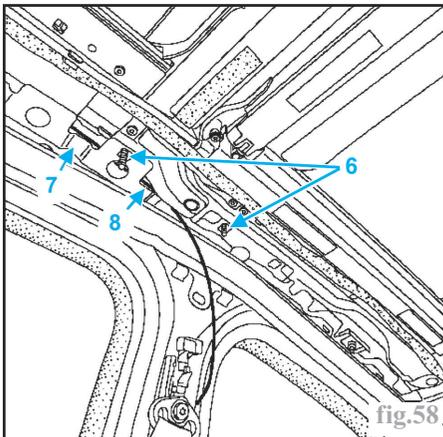

fig.58
- Débrancher et déclipper le connecteur du toit ouvrant (5).
- Déposer les écrous (6) de la traverse (fig.58).